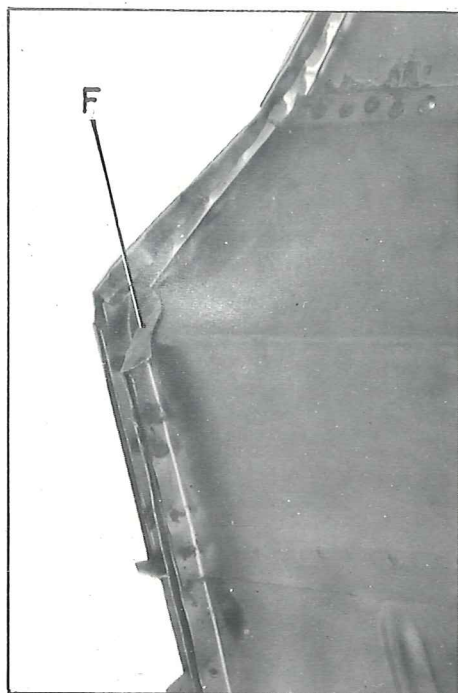

Fig. 4
3. Relever le bord rabattu de la tôle en F (fig. 4)
17. Rabattre le bord de la tôle (en F, fig. 4)